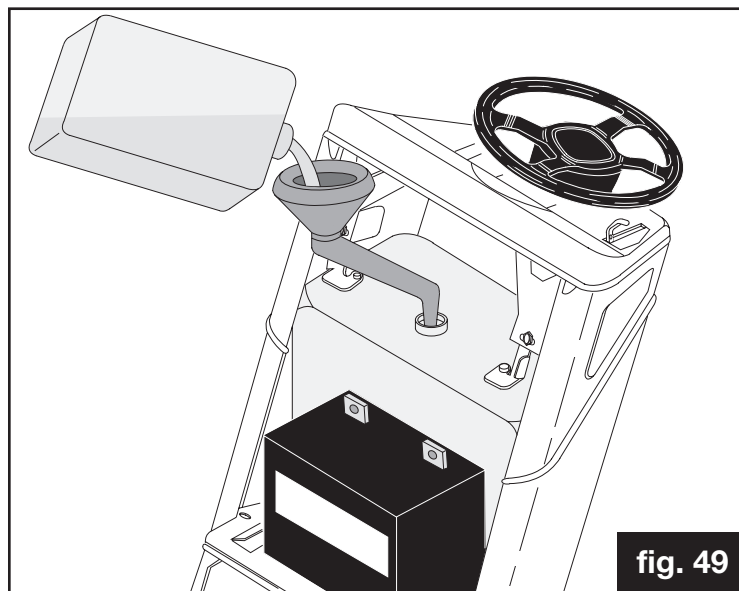

fig. 49
- ✓ Att du inte har kört slut på bränsle. Hur du tankar visas i Fig. 49.